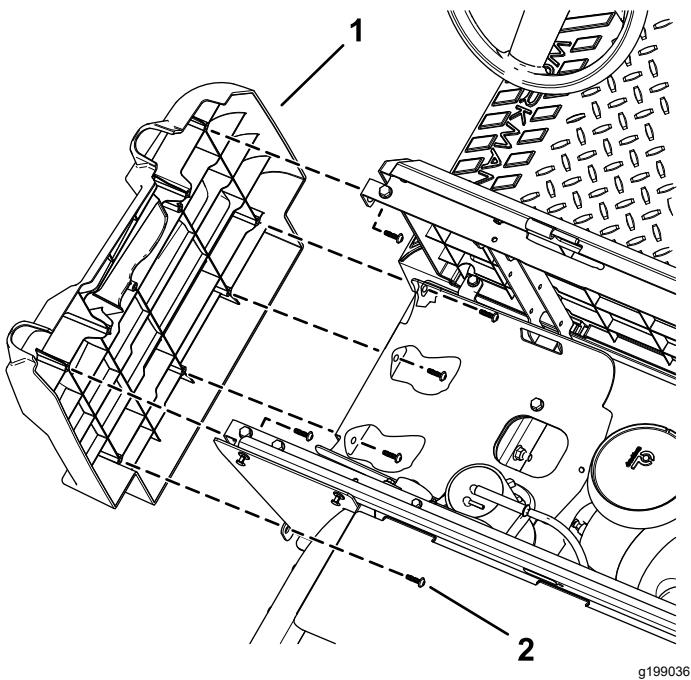

**Figure 8**
1. Débranchez le flexible d'évent et la conduite de carburant du réservoir de carburant (Figure 8).
2. Retirez les 2 vis qui fixent le dispositif de maintien au panneau latéral gauche, et déposez le dispositif de maintien (Figure 8).
3. Retirez le boulon à embase qui fixe le réservoir de carburant à son support et déposez le réservoir (Figure 8).